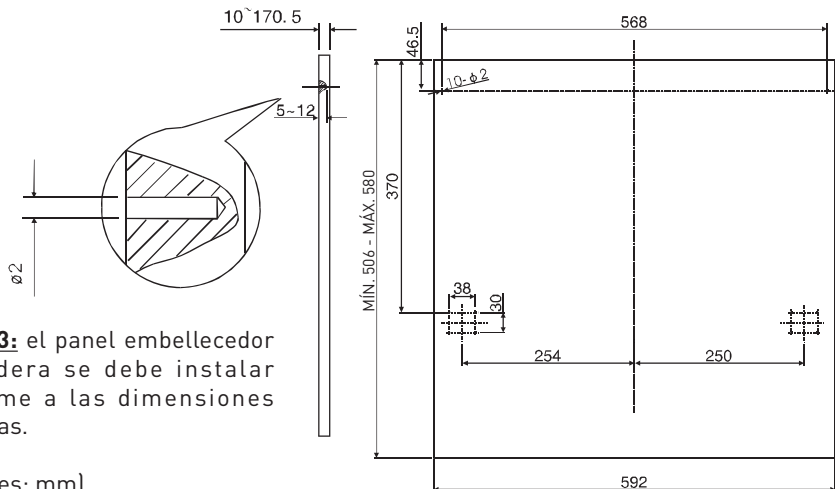

Figura 3: el panel embellecedor de madera se debe instalar conforme a las dimensiones ilustradas.
1. El panel embellecedor de madera se puede instalar como lo ilustra la figura 3.